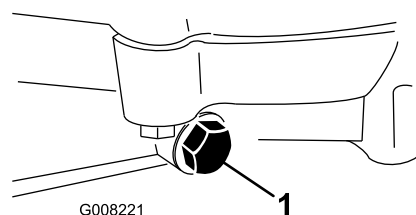

Figura 48
4. Coloque un recipiente debajo del tapón de vaciado (Figura 48).